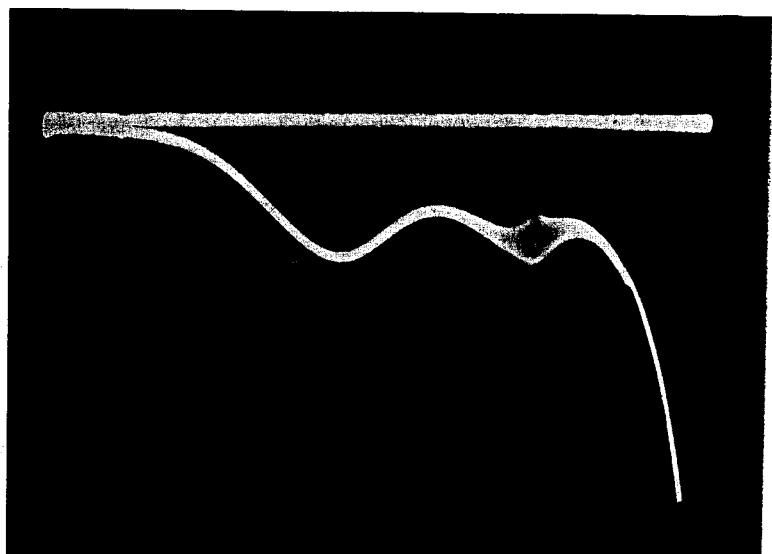

Bild 10 Tontreppe vergrößert
h) Um den Verlauf der Kurve im einzelnen zu messen, kann man mit den Marken durch Verstimmen des Markengebers auf der Kurve hin und her fahren und so die Frequenzen der markanten Kurvenpunkte genau ermitteln. Es sei hier erwähnt, daß sich z. B. die Tontreppe dadurch sehr genau vermesssen läßt, daß man sie gewissermaßen vergrößert auf dem Oszillographen abbildet, wie es Bild 10 zeigt. Hierzu verkleinert man den Hub und stellt gleichzeitig die Abstimmung des Wobblers so, daß nur noch die Tontreppe im Bild ist. Dann dreht man die Ausgangsspannung des Wobblers oder die Verstärkung des Oszillographen etwas auf, um auch in senkrechter Richtung das Bild größer zu erhalten. Mit der Frequenzmarke läßt sich nun die Breite der Tontreppe sehr exakt bestimmen.
- Nach Einstellung aller Kreise auf Sollfrequenz schaltet man den Wobbler wieder ein und überprüft die Kurvenform. Die Saugkreise für die Nachbarkanäle werden nicht mehr korrigiert, da sie auf der Kurve nicht erkennbar sind, man würde also nur die vorangegangene exakte Abstimmung wieder zerstören. Man korrigiert nun die Ton-Saugkreise so, daß eine ebene Treppe entsteht und anschließend die eigentlichen Abstimmkreise, bis die Kurve die saubere Form wie in Bild 10 annimmt. (Es sei hier auf die speziellen Kurvenformen hingewiesen, die vom Hersteller in der KD.-Anweisung angegeben sind). Nach einigen Versuchen erkennt man bald den Einfluß der einzelnen Kreise auf bestimmte Abschnitte der Kurve, so daß man die Korrekturen richtig vornimmt.